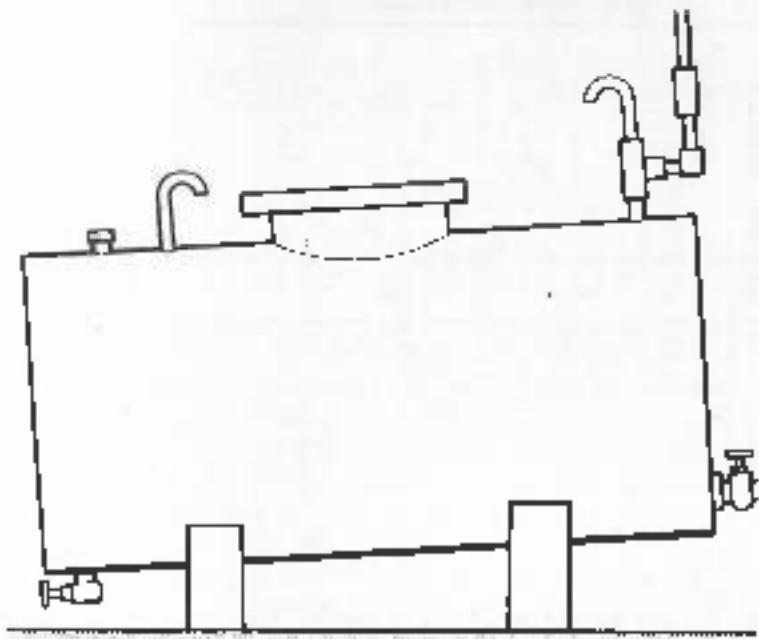

Fig. 97
4. Fig. 97. El depósito de almacenaje debe estar bajo techo y colocado sobre una plataforma lo suficientemente alta que permita llenar el depósito del tractor por gravedad, y debe tener una abertura lo suficientemente amplia que haga posible el acceso a su interior para limpiarlo. El grifo de salida del combustible debe estar situado a una altura de 76 mm. con el fin de que el agua y los residuos se decantón al fondo del depósito; la alimentación debe hacerse a través de un filtro de 120 mallas. El depósito debe tener una inclinación de 40 mm. por metro hacia el lado del tapón de vaciado de los sedimentos.